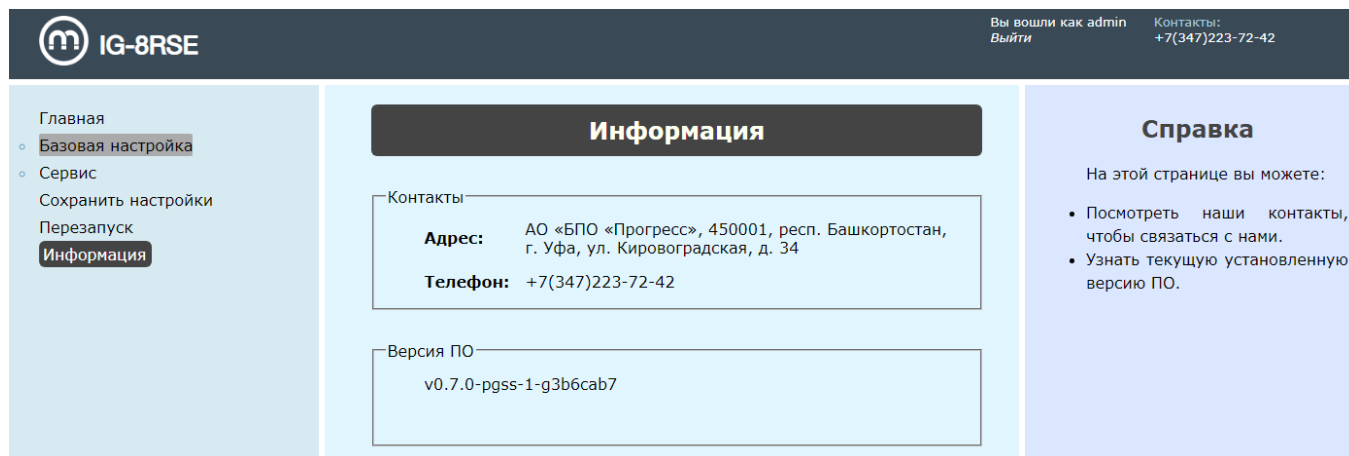

Рисунок 18 — Раздел «Информация»
6) **Информация.** Отображаются контакты предприятия изготовителя и версия ПО изделия (рис. 18).